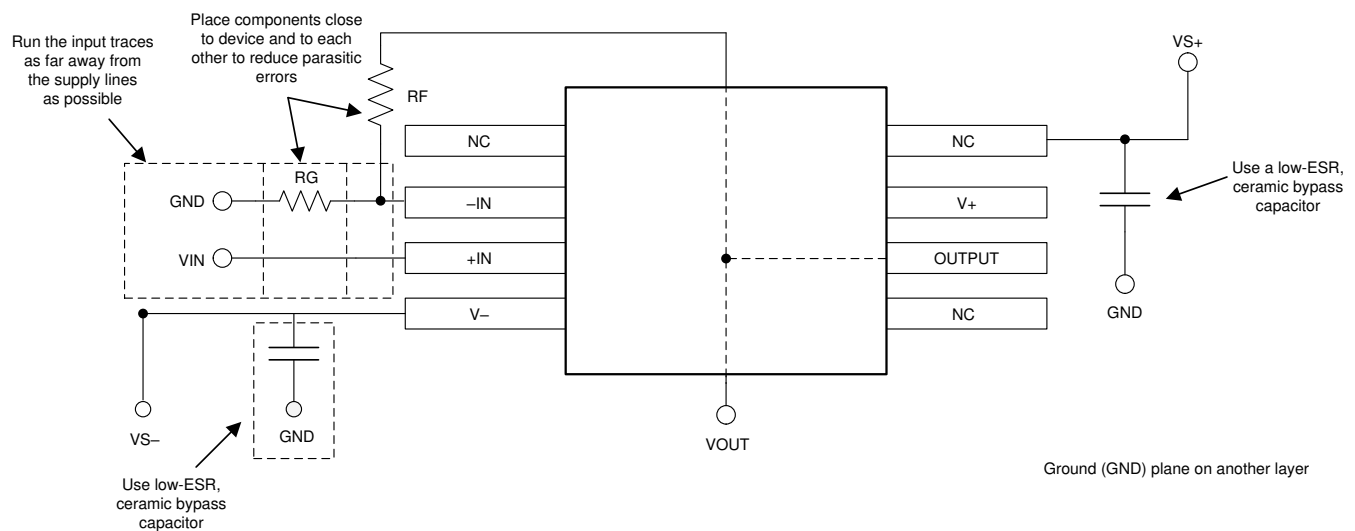

图 8-6. 同相配置的运算放大器电路板布局
- 外部元件应尽量靠近器件放置。如图 8-6 所示，使 RF 和 RG 靠近反相输入可更大限度减小寄生电容。